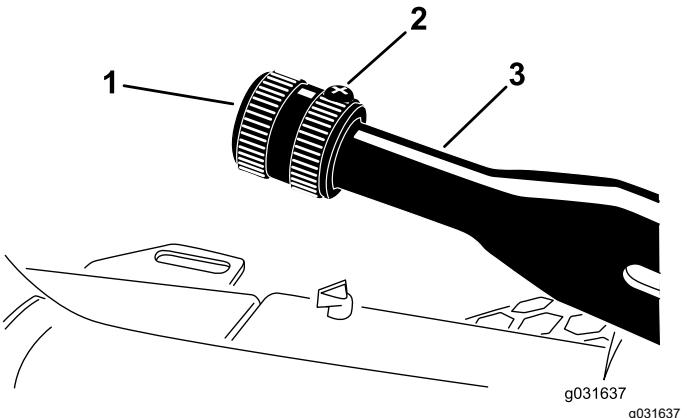

Figura 57
1. Desaperte o parafuso de afinação que fixa o manípulo à alavanca do travão de estacionamento (Figura 57).